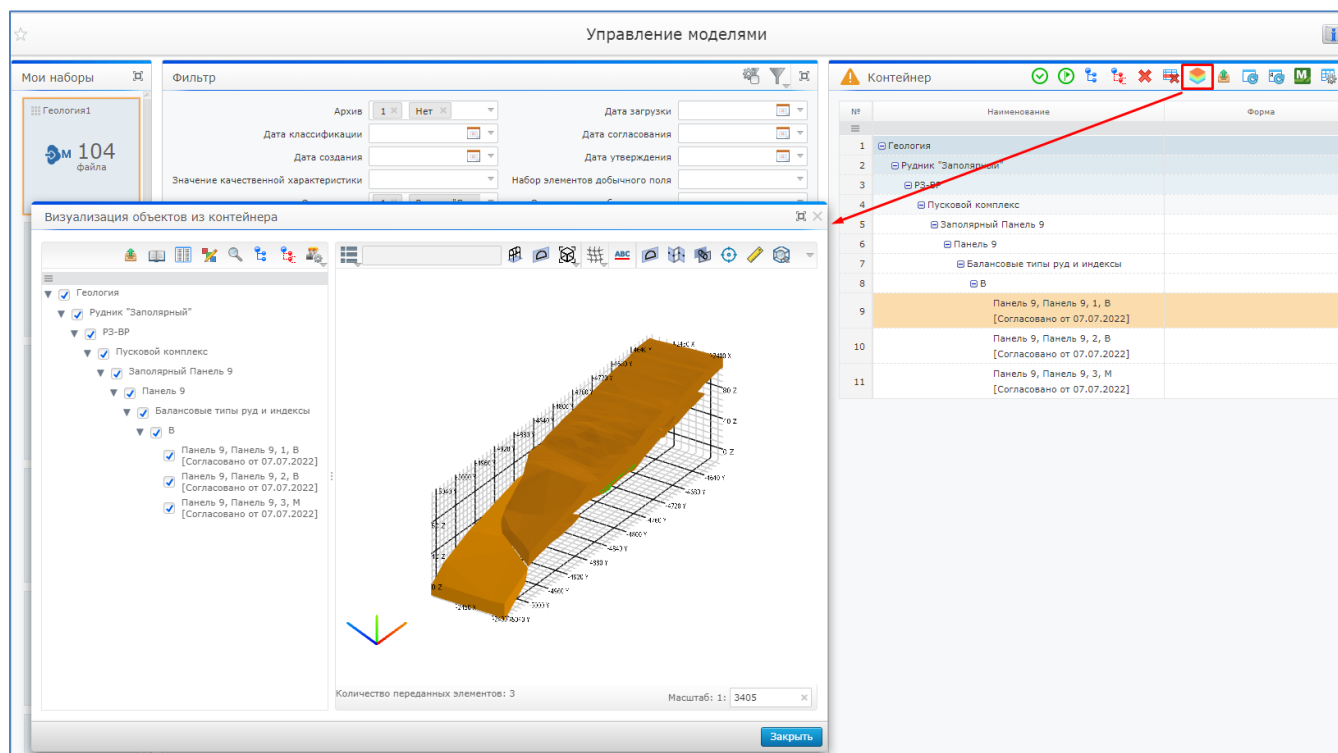

Рисунок 2. Визуализация объектов из контейнера
4. Откроется форма «Визуализация объектов из контейнера» (Рисунок 2).